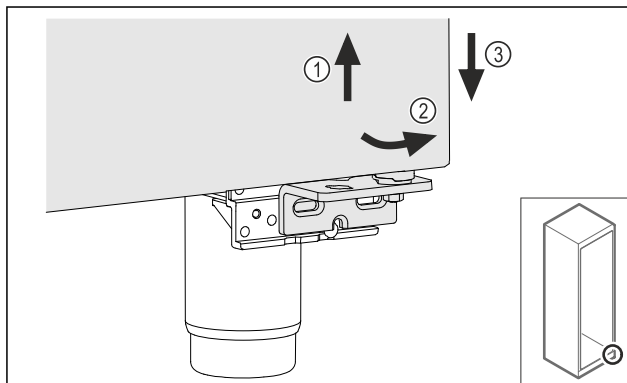

Fig. 21
- Повдигнете леко вратата Fig. 21 (1), наведете я отдолу напред Fig. 21 (2) и я спуснете Fig. 21 (3).